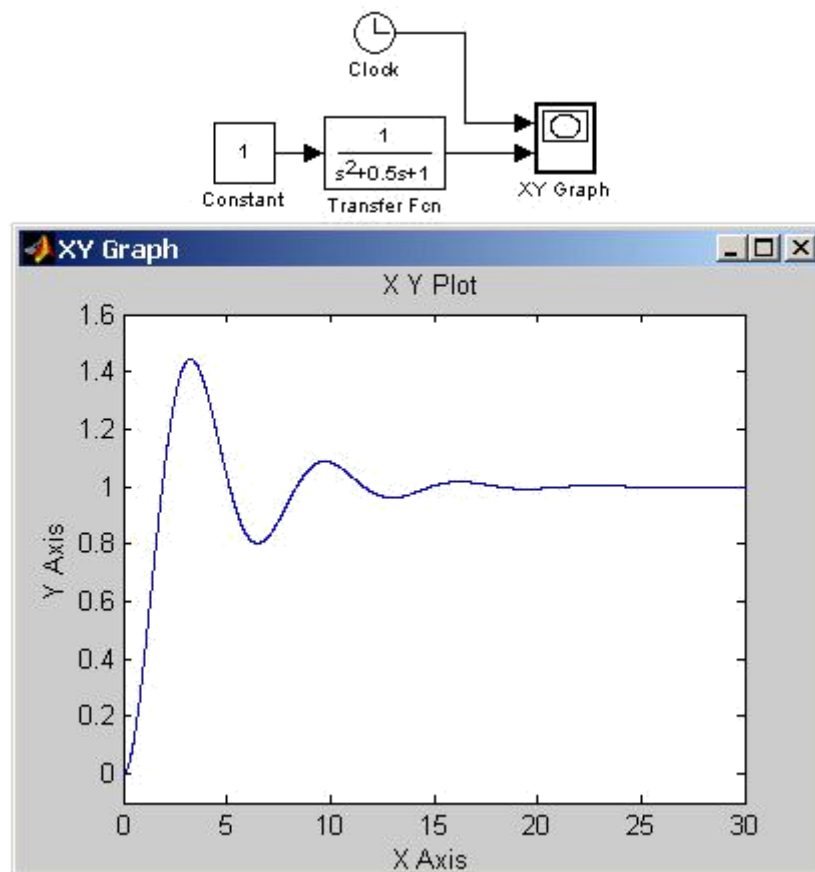

Рис. 21 Пример использования блока **XY Graph** для отображения временных зависимостей
Графопостроитель можно использовать и для построения временных зависимостей. Для этого на первый вход следует подать временной сигнал с выхода блока **Clock**. Пример такого использования графопостроителя показан на рис. 21.
**Floating display** (флажок)– перевод блока в «свободный» режим. В данном режиме входной порт блока отсутствует, а выбор сигнала для отображения выполняется щелчком левой клавиши мыши на соответствующей линии связи. В этом режиме для параметра расчета **Signal storage reuse** должно быть установлено значение off (вкладка **Advanced** в окне диалога **Simulation parameters...**). На рис. 21 показано применение блока **Display** с использованием различных вариантов параметра Format.